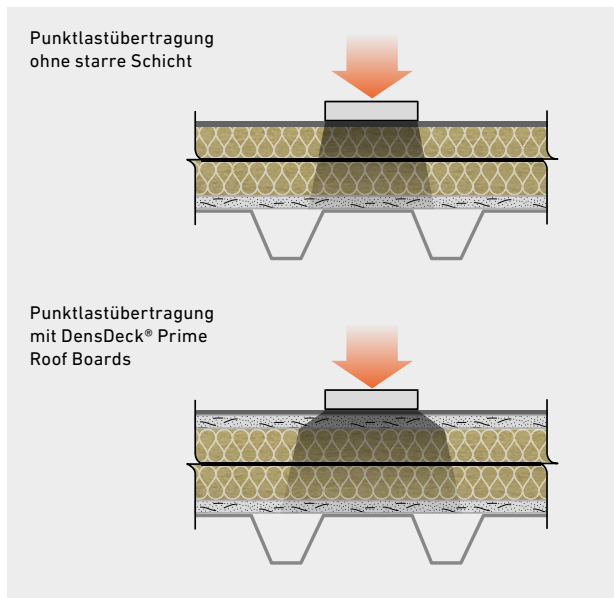

Abbildung 1: Richtwerte für die Lastverteilung – DensDeck® Prime Roof Boards unterstützen bei der Verteilung von Punktlasten.
- Die DensDeck® Prime Roof Boards verteilen durch ihren starren Aufbau (Abbildung 1) diese Lasten.